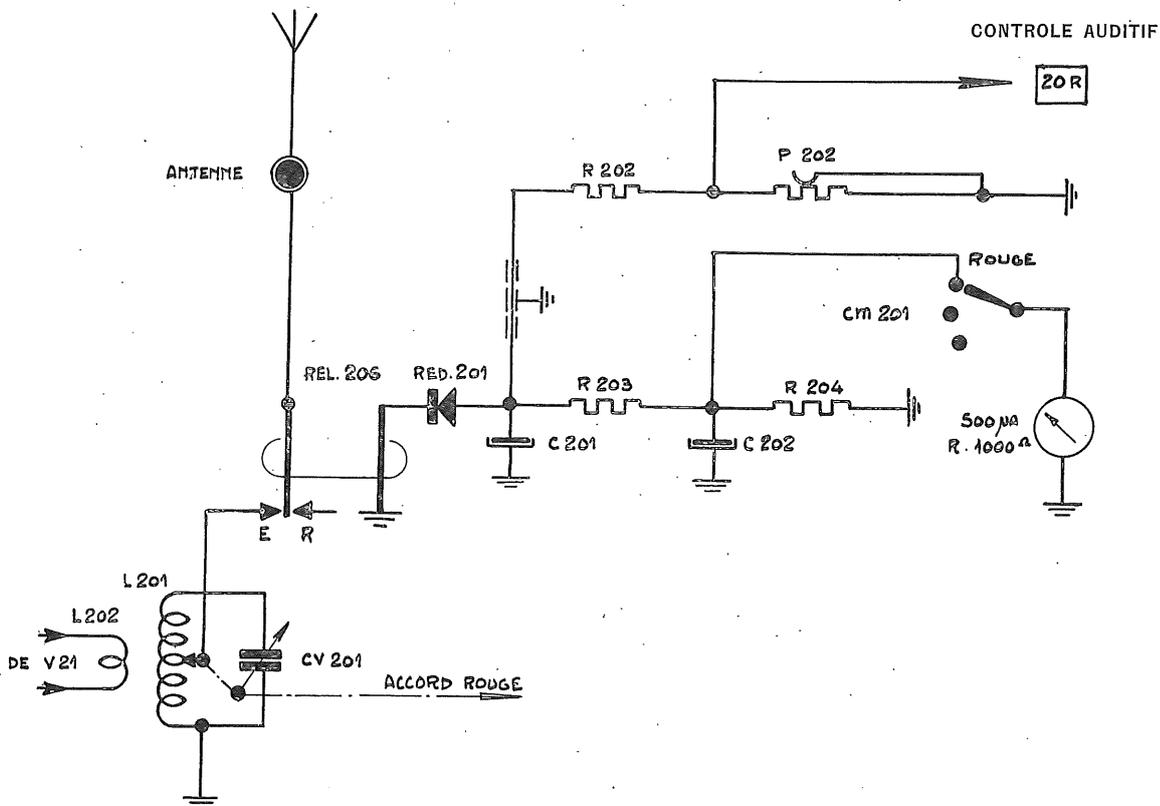

Fig. 19 - Adaptateur d'antenne et contrôle émission
e) *Adaptateur d'antenne* (fig. 19).
f) *Contrôle émission et relais d'antenne* (fig. 19).